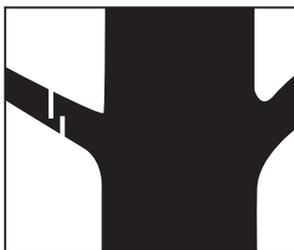

Fig. 53
2. Corte la rama por arriba a la misma la altura que el corte inferior (Fig. 53).